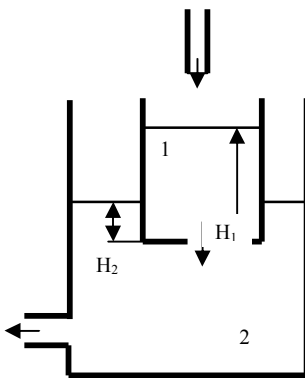

Рис. 12
15. Определить расход воды, вытекающей из бака 1 в бак 2 через круглое отверстие диаметром $d=0,1 \text{ м}$, расположенное в дне бака 1 (рис. 12), если уровни воды в обоих баках постоянны, причем $h_1=2 \text{ м}$, $h_2=1,5 \text{ м}$, $\mu^*=0,61$.